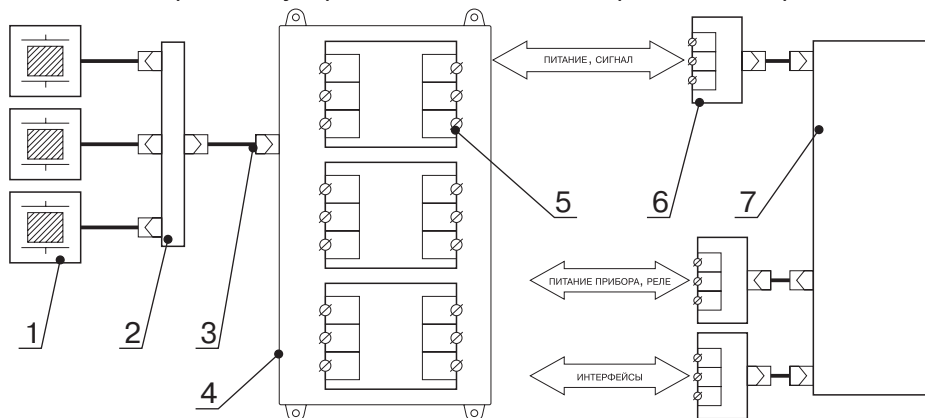

Рис. 2.1.
2.1. Функциональная схема каналов измерения виброскорости опор по трем взаимно перпендикулярным составляющим приведена на рис. 2.1.